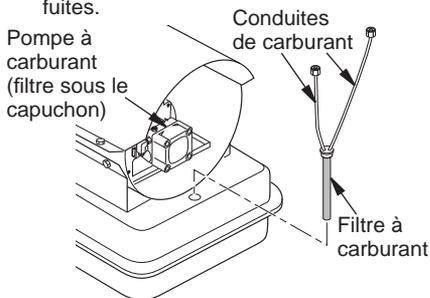

Figure 16 - Retrait du filtre à carburant du réservoir
1. Détachez les conduites de carburant de la pompe et de la cartouche à filtre à carburant (si présente) avec une clé de 7/16 po (voir figures 16 ou 17).